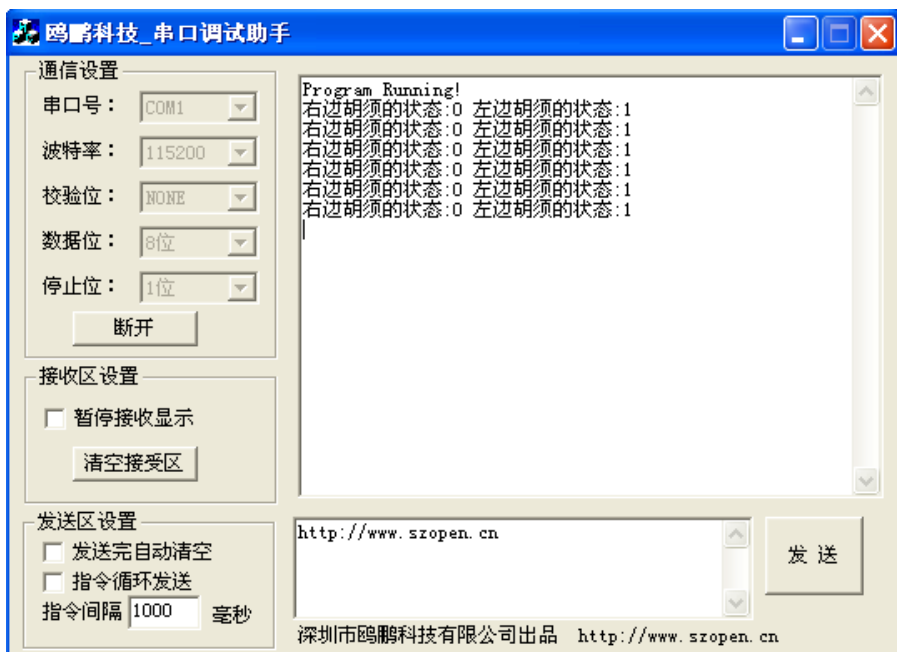

图 4.9 右胡须碰到
- 把右胡须按到 3-pin 转接头上，注意显示为：“右边胡须的状态:0 左边胡须的状态:1”，如图 4.9 所示。